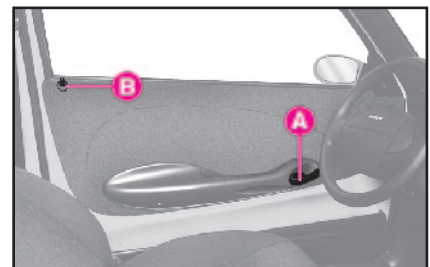

fig. 62
Con cierre centralizado, al girar la llave, se desbloquean simultáneamente las dos puertas y se alzan los respectivos seguros **B-fig. 62**.
– si la puerta opuesta no está bien cerrada los seguros **B-fig. 62** bajan y luego vuelven a subir.
– Para abrirlas: tire de la palanca de mando **A-fig. 62** independientemente de la posición del seguro interior.